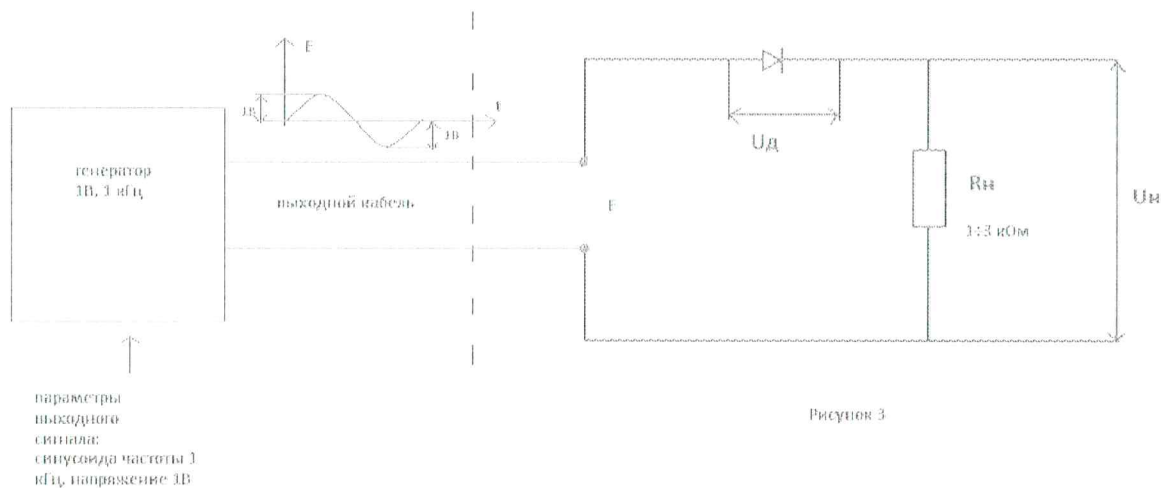

Рисунок 3
2.4. Собрать схему согласно рис.3.
указана на рис.3).
- как изменятся величины U_d и U_n , если поменять в схеме на рис.3 полярность диода Д?